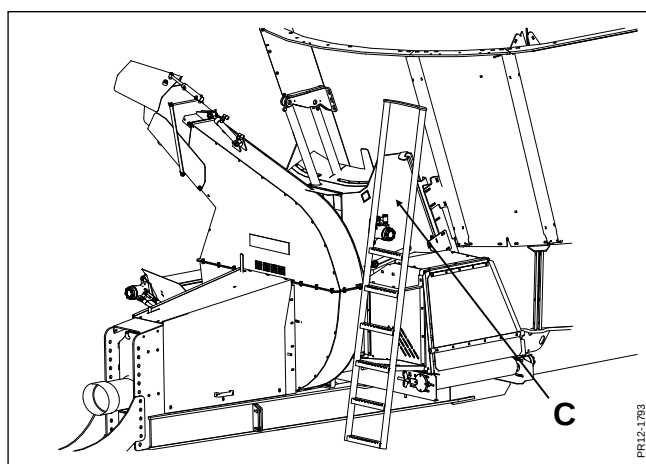
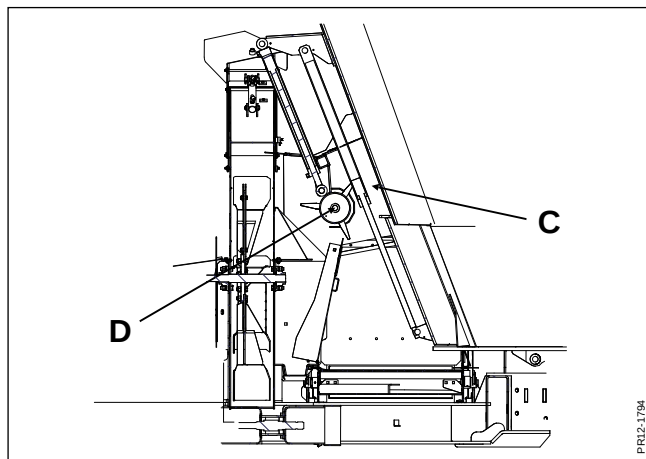

Fig. 2-2
Fig. 2-3
Fig. 2-2 Denne kombination kan lade sig gøre idet doseringsvalsen (enheden) (C) kan køre op og ned, hvorved der stilles om fra fodring til halmbløsning og omvendt.
Fig. 2-3 Viser det samme som Fig. 2-2, blot illustreret via et snit på langs af maskinen. Dette er indstillingen, når der skal udfodres. Doseringsvalsen (**D**) kan ikke rotere i denne indstilling.
- 1) Inden halmstrøningen påbegyndes skal doseringsenheden (se fig. 2.2 (C)) køres ned ved at trykke kontakt **(1)** mod venstre.
2) Inden udfodringen påbegyndes skal doseringsenheden (se fig. 2.2 **(C)**) køres op ved at trykke kontakt **(1)** mod højre.